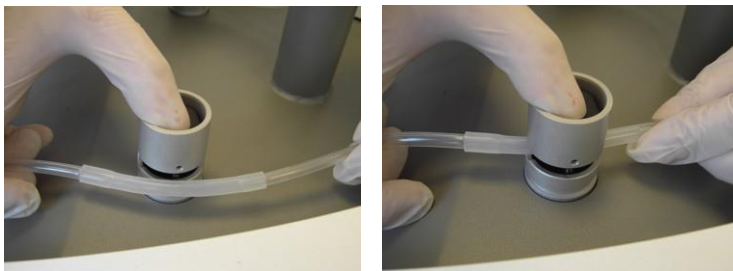

Figura 3-89. Colocación de la inserción gruesa del tubo de implante en la ranura de la electroválvula derecha
14. Mantenga presionada la electroválvula mientras introduce la inserción gruesa del tubo de implante en la ranura de la electroválvula, como se muestra en la Figura 3-89.